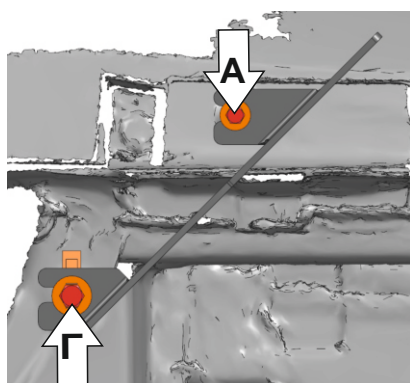
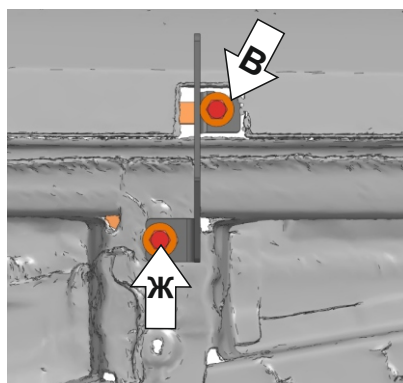
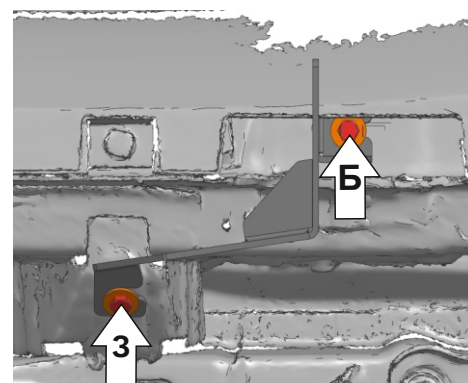

Рис. 4
Рис. 5
Рис. 6
5. В установленные гайки закладные (Б),(В),(Г),(Ж),(З) вкрутить на 2-3 оборота болты М8х25 с шайбами 8 ув. В штатную резьбу (А) вкрутить на 2-3 оборота болт М6х25 с шайбой 6 ув. (А) и вкрученный болт М8х25 с шайбой 8 ув. (Г) (Рис.4), средний кронштейн завести открытыми пазами на вкрученные болты М8х25 с шайбами 6 ув. (В),(Ж) (Рис. 5), задний кронштейн завести открытыми пазами на вкрученные болты М8х25 с шайбами 8 ув. (Б),(З) (Рис. 6).